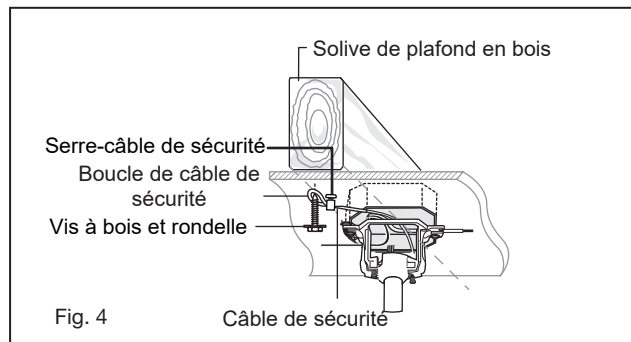

Fig. 4
- 8 Fixez la verrière au support de suspension en insérant les ouvertures de logement de clé de la verrière sur les vis du support de suspension (Fig.4), et tournez le ventilateur vers la droite pour engager les vis dans la fente de clé.
REMARQUE: La languette opposée à l'ouverture du support de suspension doit s'insérer dans la fente de la bille. (Fig. 4)